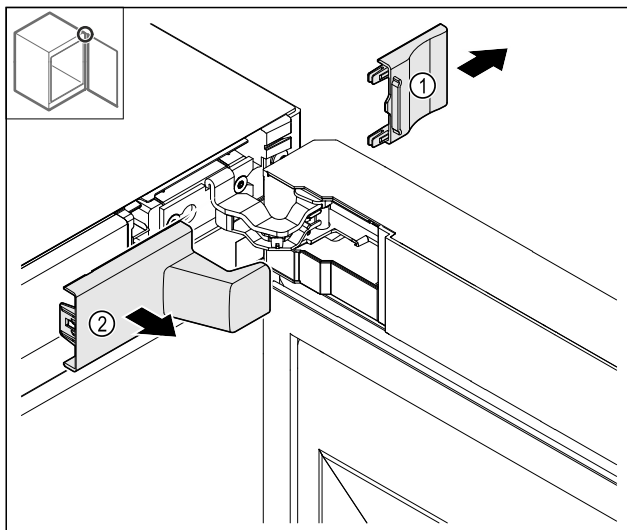

Fig. 8
- ▶ Odstraňte kryt Fig. 8 (1) a pak Fig. 8 (2).